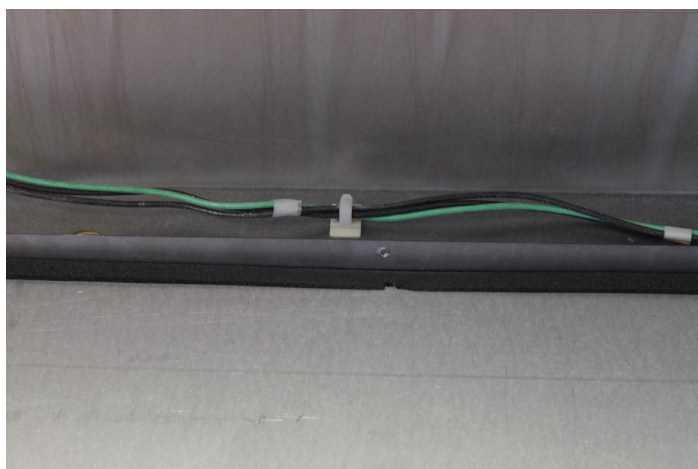

Figure 7
9. Agrafer le faisceau de câblage dans la pince de retenue en plastique blanc situé au centre du fond du foyer. **Voir Figure 7.**